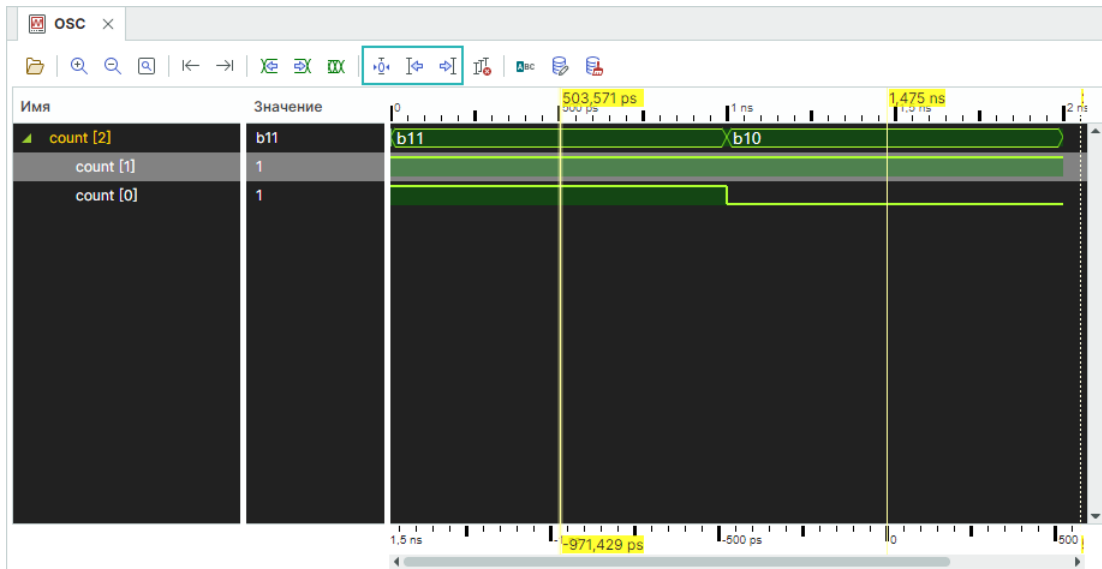

Рис. 37 Расположения кнопок для перемещения по курсорам
- Использование курсоров для анализа данных. Если установлен один курсор и более. Размещение курсора выполняется двойным кликом в области отображения данных, см. Рис. 37.